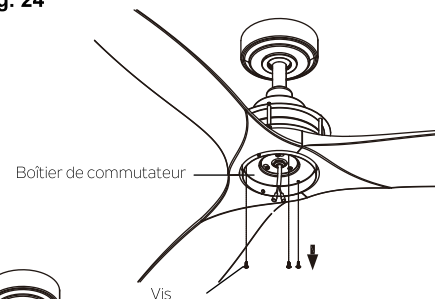

Fig. 25
Étape 5. Retirez une des trois vis préinstallées sur le côté du bord extérieur du boîtier de commutateur et mettez-la de côté pour plus tard. (Fig. 25)